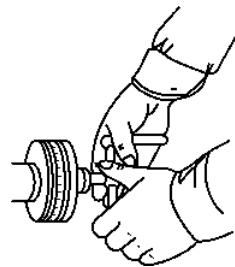

图 1-12 横向手动进给操作姿势
③ 转动手柄，使中滑板和小滑板慢速均匀移动。双手交替摇动中滑板手柄，操作姿势如图 1-12 所示。